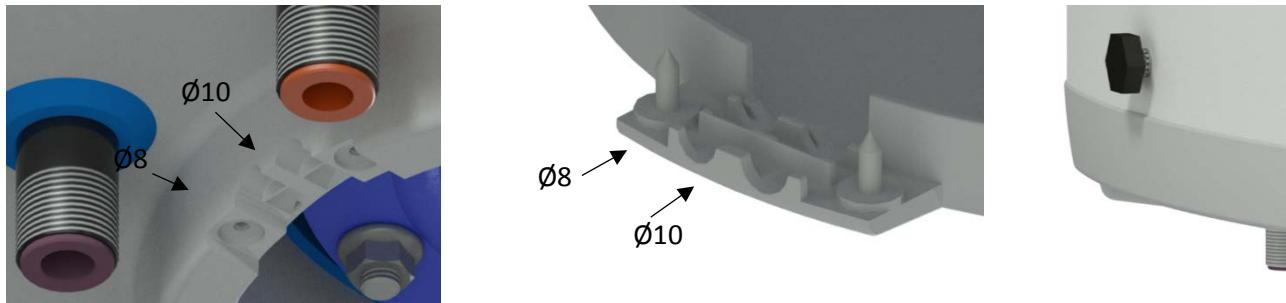
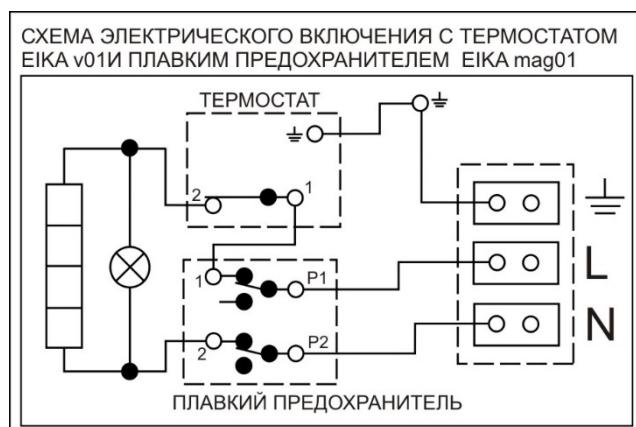

Рисунок 8
Рисунок 9
Подключение выполните согласно схеме. Подключение, выполненное на заводе, запрещено менять! (Рисунок 9). В крышке электропроводки снимите перегородку, соответствующую диаметру подводящего провода  $\phi 8$  или  $\phi 10$  (Рисунок 8). Степень защиты электрических компонентов водонагревателя - IP 44. Потребляемая мощность электрического нагревательного элемента – 2200 Вт.
- Схема эл. подключения прилагается к водонагревателю на крышке электропроводки ( Рисунок 9).